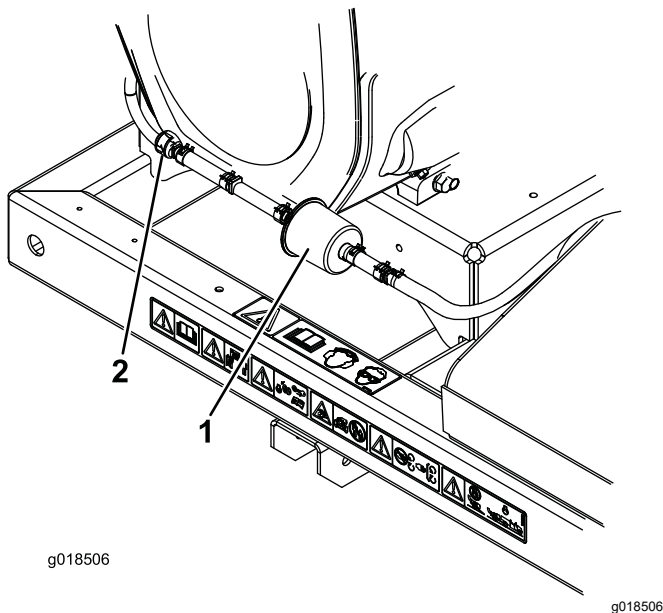

Bild 19
2. Schieben Sie die gefederten Schlauchklemmen an beiden Seiten des Aktivkohlefilters der Entleerungsleitung vom Filter weg (Bild 19).
3. Entfernen und werfen Sie den Aktivkohlefilter weg (Bild 19).
4. Setzen Sie einen neuen Filter in den Schlauch ein; der Pfeil am Filter sollte zum Sperrventil zeigen; befestigen Sie ihn mit den Schlauchklemmen (Bild 19).